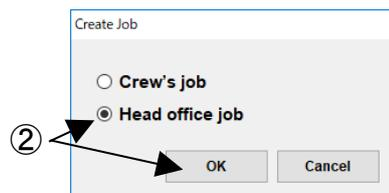

図 11-9 Create job 画面
- ② “Create job 画面”(図 11-9)が表示されますので、”Head office job”を選択し、OK ボタンを押下してください。
- ③ 以降の操作は、11.2-1 ③～⑦と同様です。